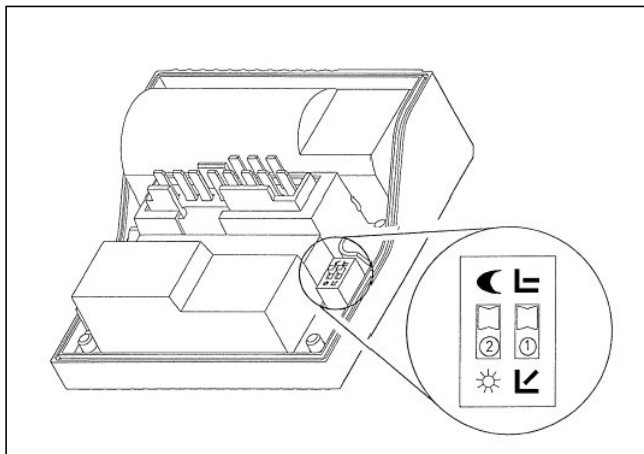

Fig. 3.3 Comutatorul DIP din capacul cutiei de borne
- Puneți comutatorul DIP 2 (fig. 3.3) din capacul cutiei de borne pe simbolul C .
- Puneți comutatorul DIP 2 (fig. 3.3) pe simbolul ☀ , pentru a dezactiva diminuarea nocturnă.